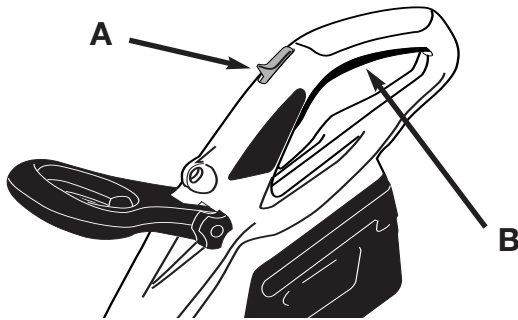

Fig. 10
1. Pousser la gâchette (A) de contact vers l'avant et relâcher l'interrupteur (B) de sécurité pour démarrer. (Fig. 10)